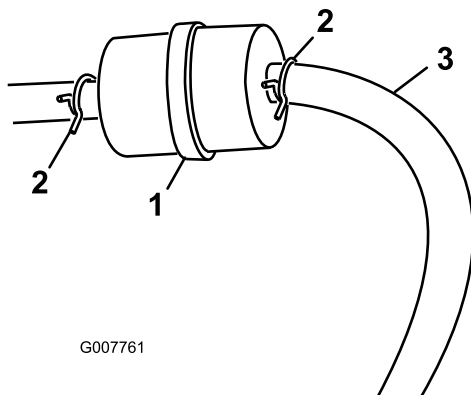

Bild 27
3. Drücken Sie die Enden der Schlauchklemmen zusammen und schieben Sie sie vom Filter weg (Bild 27).
5. Setzen Sie einen neuen Filter ein und schieben Sie die Schlauchklemmen an den Filter heran (Bild 27).
3. Lockern Sie die Schlauchklemme am Kraftstofffilter und schieben Sie sie an der Kraftstoffleitung weg vom Kraftstofffilter (Bild 27).
4. Schließen Sie die Kraftstoffleitung vom Kraftstofffilter ab (Bild 27).
Hinweis: Lassen Sie das Benzin in einen Benzinkanister oder eine Auffangwanne ablaufen (Bild 27).
5. Bringen Sie die Kraftstoffleitung am -filter an. Schieben Sie die Schlauchklemme ganz an den Kraftstofffilter heran, um die Kraftstoffleitung zu befestigen (Bild 27).